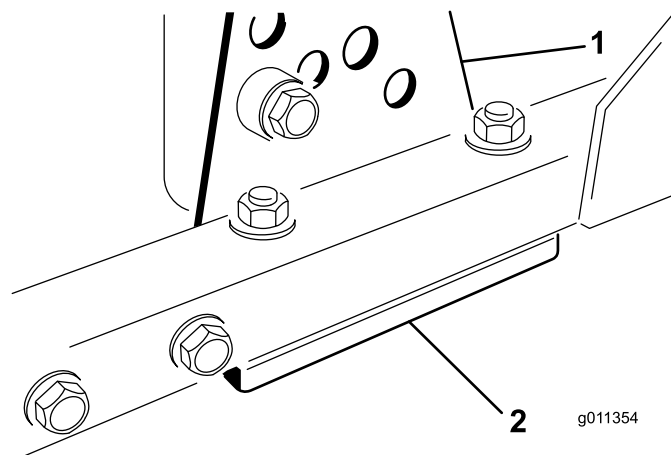

Figure 128
1. Retirez le support de hauteur de coupe (avant, gauche ou droit) du cadre de l'unité de coupe (Figure 128).
2. Placez des cales de 1,5 mm et/ou des cales de 0,7 mm entre le cadre et le support de l'unité pour obtenir la hauteur de coupe voulue (Figure 128).